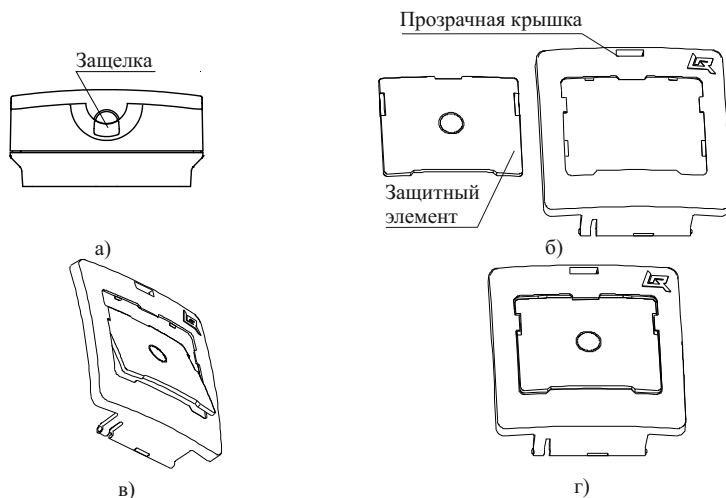

Рисунок 4
5.7 Для установки защитного элемента необходимо открыть прозрачную крышку, поддев защелку в верхней части корпуса острым предметом (рисунок 4 а). Далее прозрачная крышка показана отдельно от корпуса (снимать крышку с корпуса УДП не следует). Защитный элемент в положении, показанном на рисунке 4 б), ввести верхней кромкой в середину выреза прозрачной крышки (рисунок 4 в) и, повернув, совмещая плоскости, зашкелкнуть нажатием на кромки защитного элемента (рисунок 4 г). Закрыть прозрачную крышку.